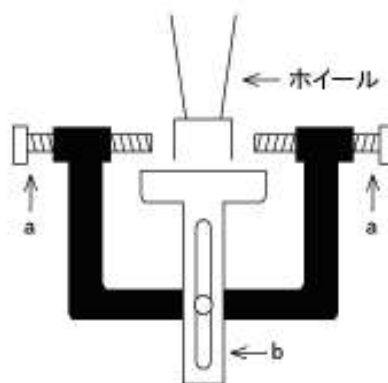
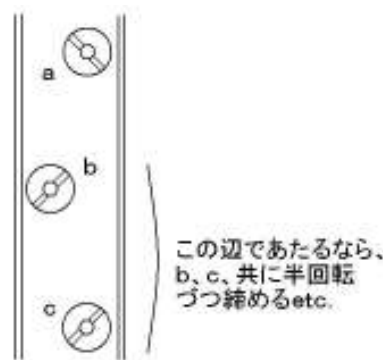

図8 振れを見るツール
図13 タテ振れ
①ホイールをフレームからはずし、さらにホイールからクイックシャフトとタイヤとチューブとリムフラップをはずします。
②ホイールを振れ取り台にセットします。振れ取り台には振れの程度を見るための道具がついています。(図8)
③センターを出します。
縦振れを見るための道具(図8のb)をリムに近づけて当たっているところを探します。リムの中で出っ張っているところは、リムをまわしてみると、当たって音がするのですぐにわかります。当たっているところがあれば原理に従い、そこを修正しましょう。具体的にはその付近のニップルを締めればよいのです。横振れに対する影響を最小限にするためには左右から出ているスポークを同じ回転数だけ締めるとよいでしょう。図13はその例です。
横振れを見るためのネジ(図8のa)をリムの方に近づけて、リムの中で他の部分に比べてネジ側に出っ張っているところ(つまり横に振れているところ)を探します(縦振れの時と同じ要領)。広い範囲に渡ってリムがネジに当たる場合は、ネジを少し緩めてひどく振れているところを探します。ここで、振れ取りの原理を思いだして、リムの位置を修正していけばよいのです。